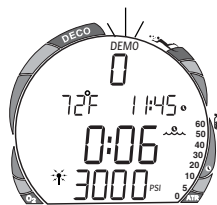

Fig. 98 - Demo Oberflächen
- Drücken Sie kurz die linke Taste ("Weiter") um **DEMO: FO2** anzuwählen. Das DEMO-Symbol und **Air** (oder ein numerischer Wert) blinken (Abb. 98).